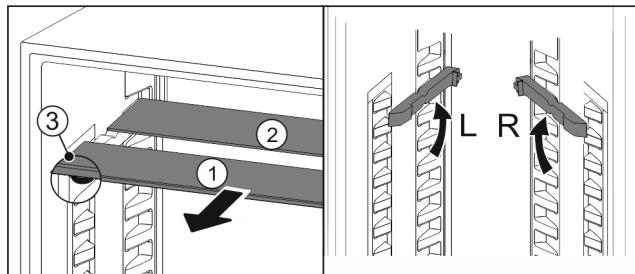

Fig. 97
- Издърпайте Fig. 97 (1) поотделно стъклените площи напред.
- ▷ Стъклената плоча Fig. 97 (1) с декоративната лайстна е отпред.
- ▷ Ограничителите Fig. 97 (3) сочат надолу.